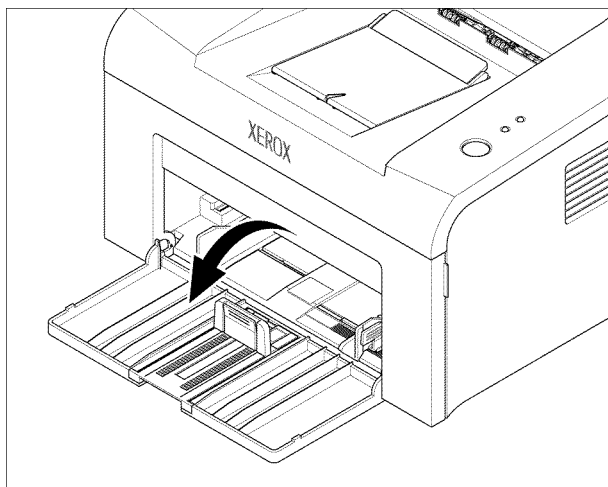

Рисунок 1
1. Снимите узел кассеты, рисунок 1.